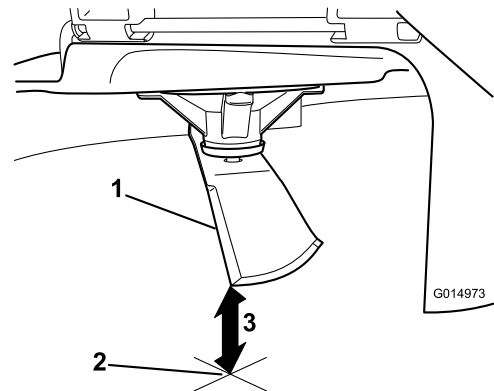

Figure 80
5. Mesurez la distance entre la pointe de la lame et la surface plane (Figure 80).